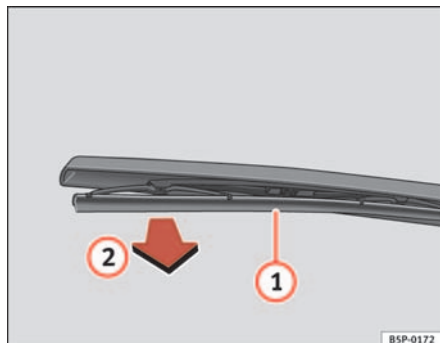

Fig. 167 Cambio de la escobilla del limpiaviento
- Separe el brazo del limpiaviento de la luneta ⇒ fig. 167
- Desenclipe la escobilla ① y tire de ella ②. ⇒ fig. 167